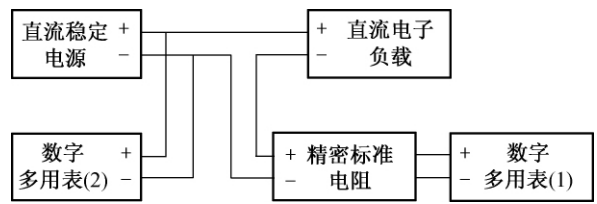

图3 定电阻 (CR)、定功率 (CP) 模式电阻校准图
2.5 定电阻 (CR) 模式功率校准
如图 3，将直流稳定电源的输出负端串接精密 (电流) 标准电阻电流端后连接至直流电子负载的负输入端，直流稳定电源的正输出端连接直流电子负载的正输入端，数字多用表 (1) 的电压正负输入端分别连接到精密 (电流) 标准电阻的电压端。数字多用表 (2) 的电压正负输入端分别连接到直流电子负载的正负端。
连接方法如图 3。直流电子负载设置为 CP 模式，选择并设定合适的功率量程及校准功率值。按照校准功率值的大小，将直流稳定电源的输出电压和电流设置到适合的量限。依次打开直流电子负载的输入和直